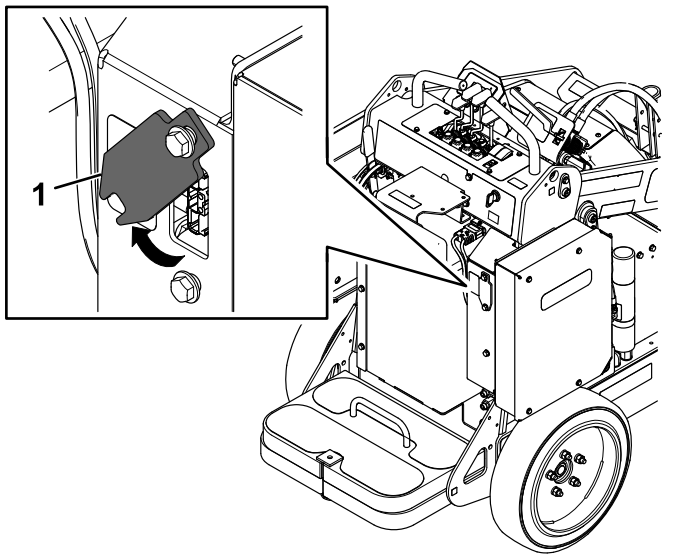

Figura 23
6. Fate scorrere verso l'alto la protezione del caricabatteria e ruotatela in una posizione che non sia d'ostacolo (Figura 23)
10. Ruotate la protezione del caricabatterie in sede e fatela scorrere verso il basso sopra il bullone inferiore (Figura 23).